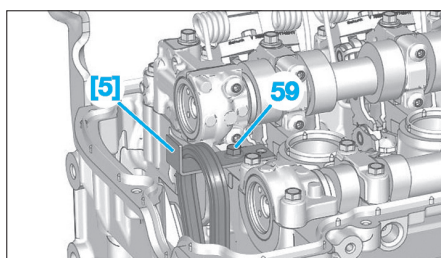

Fig. 24
- Mettre en place l'outil [5] à l'aide d'une vis (59) (Fig.24).